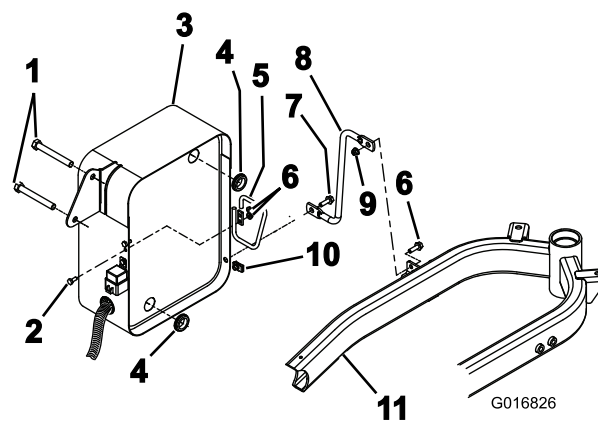

Figure 4
- Placez les 2 bagues en caoutchouc sur l'arrière du support du refroidisseur d'huile (Figure 4).
- Montez le renfort métallique en fixant l'extrémité supérieure au cadre et l'extrémité inférieure au support de vérin au moyen de 2 boulons à tête hexagonale à embase (5/16 x 1 po), d'un écrou à embase (5/16 po) et d'un écrou Tinnerman (Figure 4).
Remarque: Si vous avez un kit trois roues motrices, le renfort métallique doit être inséré entre les 2 flexibles hydrauliques. Montez également un support métallique pour flexible sur le côté du support du refroidisseur d'huile au moyen de 2 boulons à tête hexagonale (1/4 x 5/8 po) et 2 écrous hexagonaux à embase (1/4 po) pour permettre le passage des 2 flexibles (Figure 4).